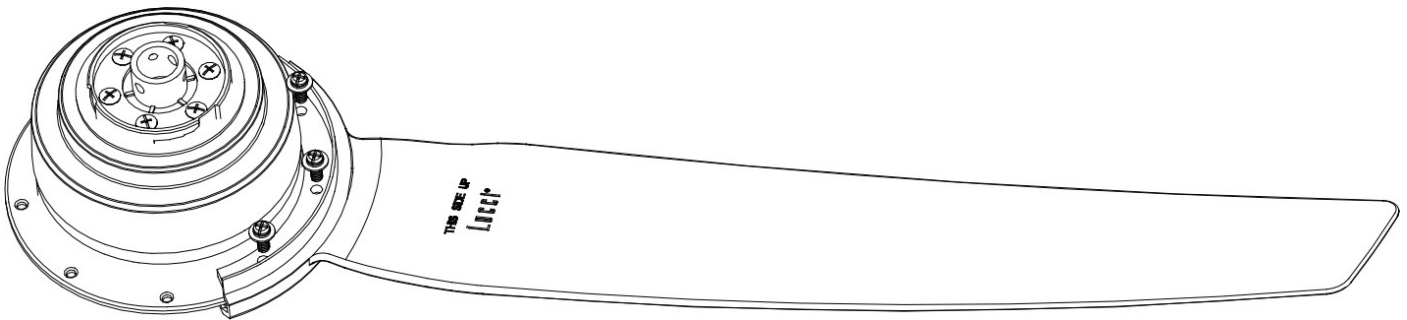

Рис. 4
ВСТАНОВЛЕННЯ ЛЕЗО (Рис. 4)
1. Закріпіть лопаті вентилятора на блоці вентилятора трьома гвинтами із стопорними шайбами (поставляються в пакеті з деталями вентилятора) (рис. 4).